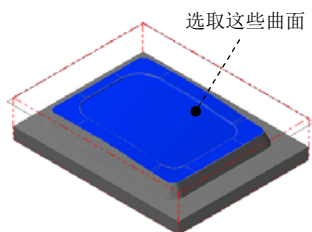
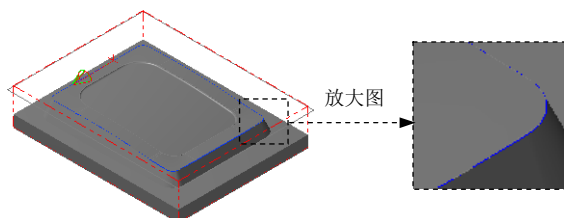

图 5.14 选取加工面
图 5.15 选取切削范围边线
Step3. 设置加工区域。在图形区中选取图 5.14 所示的曲面 (共 19 个), 然后按 Enter 键, 系统弹出“刀具路径的曲面选取”对话框。在 Containment boundary 区域中单击 按钮, 系统弹出“串连选项”对话框。在图形区中依次选取图 5.15 所示的边线, 单击 按钮, 系统返回至“刀具路径的曲面选取”对话框。单击 按钮, 系统弹出“曲面精加工环绕等距”对话框。